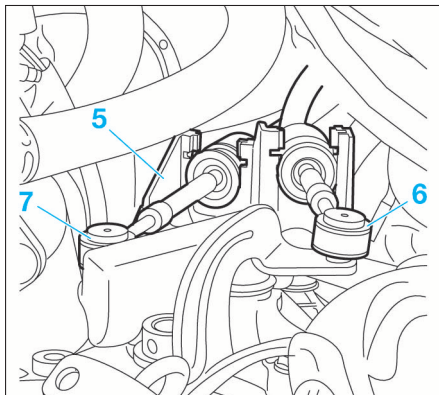

FIG. 2
- Désaccoupler les commandes de vitesses (6) et (7) à l'aide de l'extracteur de rotule ref.9040-TG2 (Fig.2).